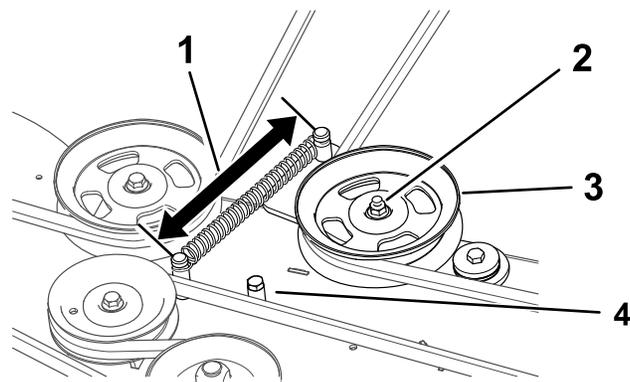

**Рисунок 53**
5. Используя съемник пружин (номер 92-5771 по каталогу Toro), снимите пружину натяжного ролика с крюка деки, чтобы снять натяжение с натяжного ролика, и снимите ремень со шкивов (Рисунок 52 или Рисунок 53).
6. Проложите новый ремень вокруг шкива муфты и шкивов газонокосилки (Рисунок 52 или Рисунок 53).
7. Установите пружину натяжного ролика, зацепив ее за крюк деки (Рисунок 52 или Рисунок 53).